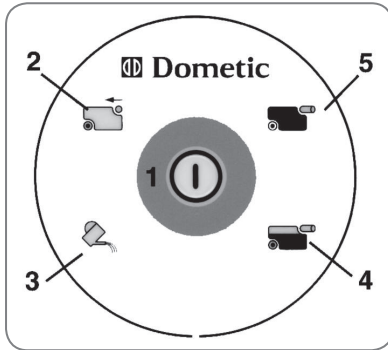

Abbildung 4.40
1. Bedientafel (Abbildung 4.40):